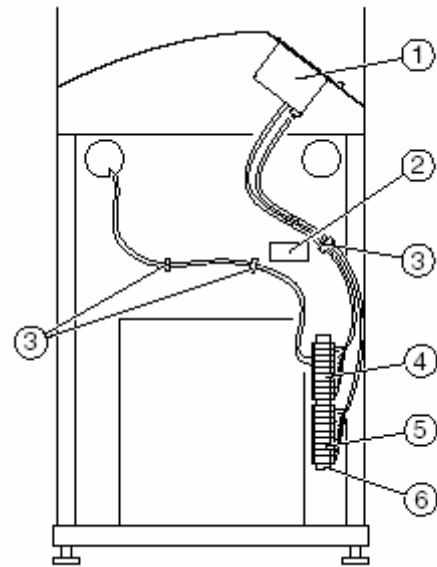

Abb.21 Elektrischer Anschluss
- Tragschiene (15 mm) mit 2 Blechschrauben im Anbauseitenteil auf den vorgebohrten Stellen montieren (Abb.21)